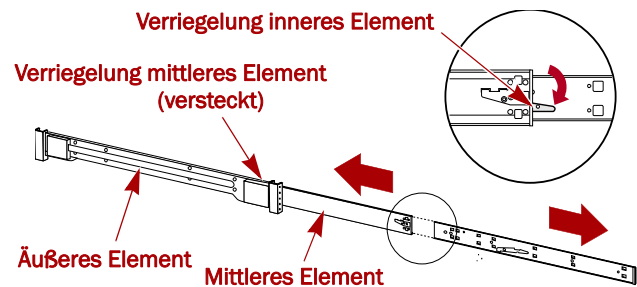

Abbildung 2. Entriegelungshebel für innere Schiene
2. Entnehmen Sie die **innere Schiene** (Abbildung 2) aus dem Schienen-Set: